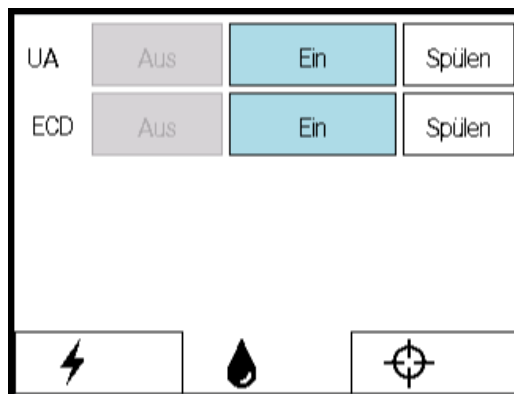
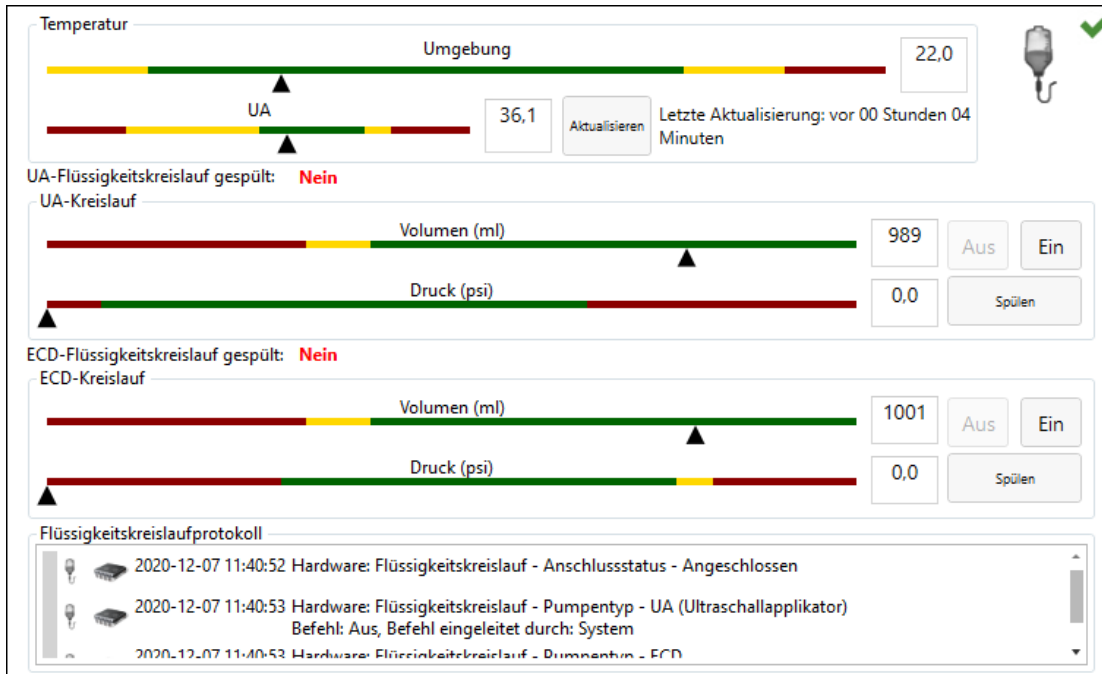

Abbildung 10: PSIB-Anzeige – Registerkarte „Flüssigkeitskreislauf“
Abbildung 11: FC-Informationsbox im Arbeitsbereich „TDC Einrichtung“
5. Wählen Sie in der PSIB-Anzeige die Registerkarte **Flüssigkeitskreislauf** (Abbildung 10) und spülen Sie die UA- und ECD-Pumpen. Sie können dies auch vom TDC aus tun, indem Sie **SPÜLEN** neben dem Quadranten des Flüssigkeitskreislaufs (FC) drücken (Abbildung 11). Der Druck im UA- und ECD-Flüssigkeitskreislauf (wie auf der TDC-Softwareschnittstelle dargestellt) kann schwanken, wenn Luft aus den UA-Leitungen gespült wird. UA und ECD lassen sich gleichzeitig spülen. Das Spülen dauert etwa zwei Minuten.
- h. Wenn die Spülpumpe noch eingeschaltet ist, diese über die PSIB-Anzeige (oder die TDC) ausschalten, indem Sie im UA-Kreislauf auf **Aus** klicken (*Abbildung 11*).